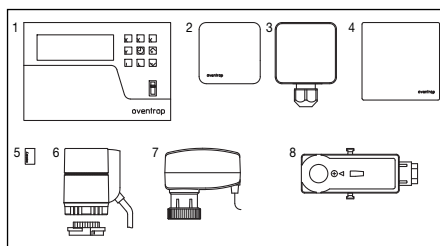

Fig. 5.2 Set di regolazione della temperatura di mandata (opzionale)
Il posizionamento del relativo piattello valvola sulla valvola a tre vie è comandato dal servomotore elettrotermico 24 V (0-10V) contenuto nel set di regolazione della temperatura di mandata (Codice 115 20 20 Fig. 5.2) per il riscaldamento e il raffreddamento, in funzione delle condizioni meteorologiche (si veda anche il paragrafo 8 Accessori). Il servomotore riceve i segnali da un centralina climatica riscaldamento/raffrescamento. Per evitare una posizione di montaggio verticale verso il basso, il servomotore viene montato sulla valvola a tre vie tramite un adattatore angolare.
Eseguire l'installazione dei componenti contenuti nel set di regolazione della temperatura di mandata (vedi Fig. 5.2 e paragrafo 8 accessori) secondo le rispettive istruzioni di montaggio.
- Set di regolazione della temperatura di mandata 115 20 20 (vedi Fig. 5.2).